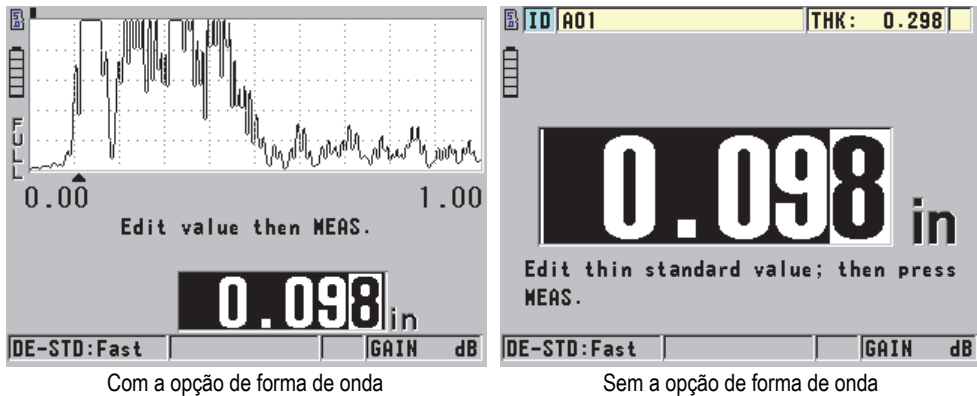

Figura 5-7 Calibração do zero em um bloco de teste de cinco degraus
2. Para realizar a calibração de zero usando um aparelho com ou sem o software opcional Waveform (veja Figura 5-7 na página 69):